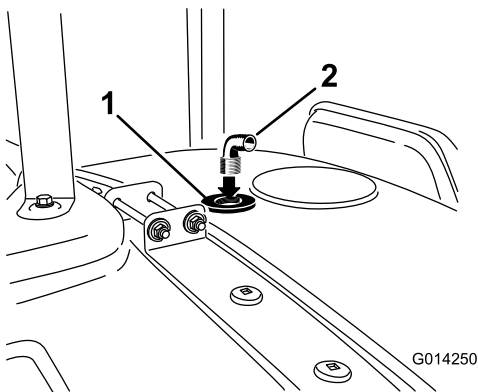

Рисунок 18
8. Установите прямоугольный штуцер в резьбовое отверстие переходного штуцера промывочного сопла (Рисунок 18).